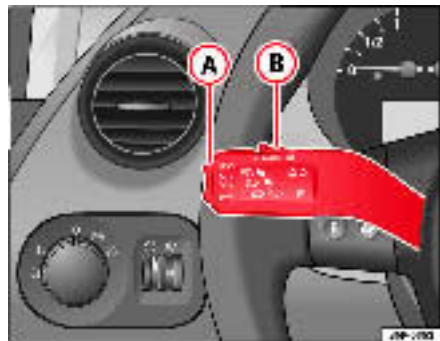

Fig. 145 Levier des clignotants et de l'inverse-codes : commutateur et touche basculante pour régulateur de vitesse
- Déplacez la commande ⇒ fig. 145 **B** vers la gauche pour la régler sur **ON**.